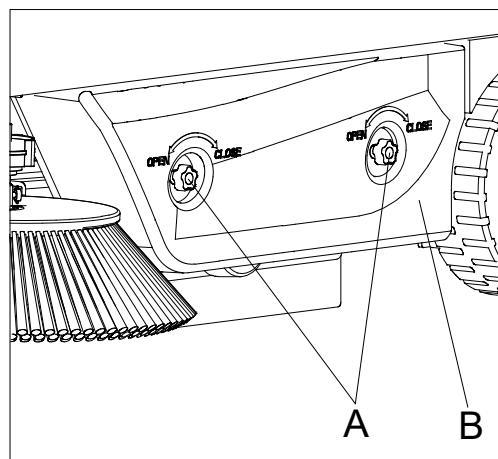

Figura 20
3. Desaparafuse as duas porcas do botão (A, Figura 20) e remova a tampa esquerda (B, Figura 20).
11. Instale a tampa esquerda (B, Figura 20) e aperte as duas porcas do botão (A, Figura 20).